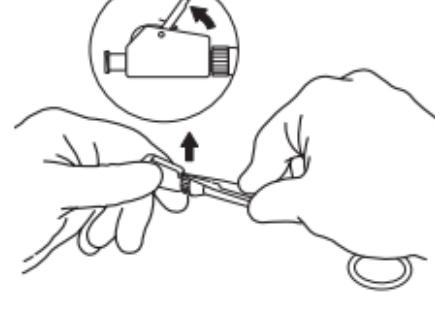

Fig. 4
b. Pousser le levier de verrouillage vers le haut pour le libérer. (**Fig. 4**)